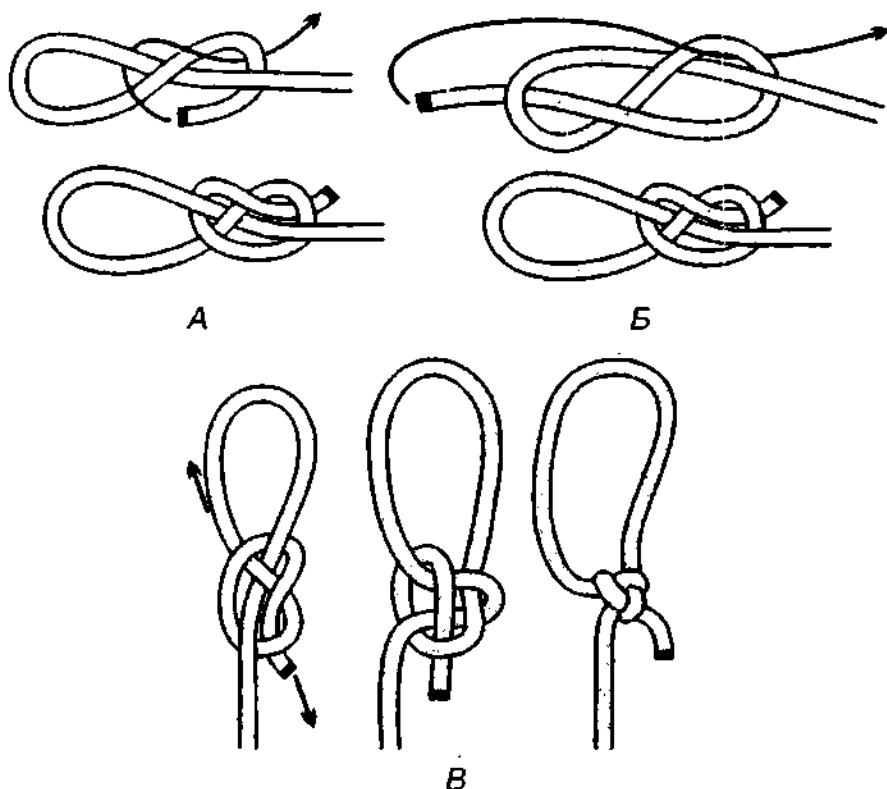

Рис. 402. А – *крабья петля* вяжется из калышки, Б – *крабья петля* вяжется из *восьмёрки*. В – приведение *крабьей петли* в рабочее состояние (деформация узла петли).
*Крабья петля* с виду похожа на затягивающуюся петлю – *скользящий простой узел*, но в отличие от последней может деформироваться и от этого менять свои свойства – становиться незатягивающейся петлёй (рис. 402). После того как узел деформируется, он превращается в «перевернутый» *шкотовый узел*, коренной и ходовой концы которого соединены в рабочую петлю. *Крабья петля* в рабочей форме – это *казачий узел*, у которого ходовой конец выполняет работу коренного конца (рис. 402 В).
*Крабья петля* может быть и затягивающейся петлёй и незатягивающейся. Узел свободно перемещается вдоль верёвки, но когда необходимо установить требуемый размер петли, ходовой конец дёргается, узел деформируется, и петля превращается в фиксированную (рис. 402 В). Заклинивание коренной части троса происходит из-за деформа-